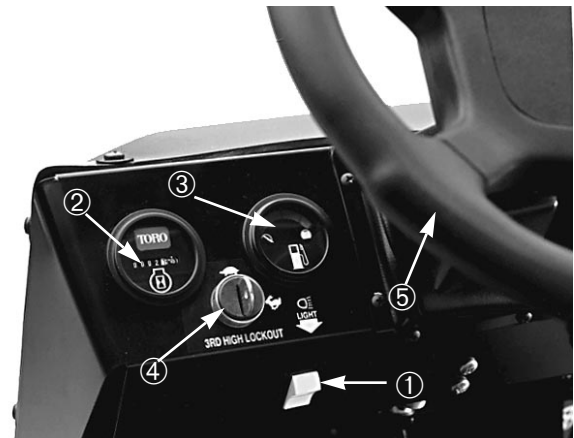

Fig. 8
2. Drej tændingskontakten til TILSLUTTET (ON), men start ikke motoren. Ladekontrollampen og olietrykslampen bør lyse. Hvis en kontrollampe ikke virker, er pæren enten brændt over eller der er en fejl i systemet, som skal repareres.
Timetæller (Fig. 8)—Registrerer det totale antal timer, motoren arbejder. Timetælleren begynder at fungere, når nøglekontakten drejes til TILSLUTTET (ON).
Lyskontakt (Fig. 8)—Denne kontakt bruges til at tænde og slukke forlygterne. Tryk for at tænde for lygterne.
Brændstofmåler (Fig. 8)—Viser hvor meget brændstof, der er i tanken. Virker kun, når tændingskontakten står på TILSLUTTET (ON).
Låsekontakt for 3. gear i højt område (Fig. 8)—Hvis denne kontakt sættes på langsom stilling og nøglen fjernes, vil det forhindre brugen af 3. gear i det høje område. Motoren vil blive afbrudt, hvis gearstangen sættes i 3. gear, når den er i højt område. Sæt nøglen i med tænderne vendt nedad. Tryk nøglen ind for at dreje den. Nøglen kan fjernes i begge stillinger.
Rat (Fig. 8)—Bruges til at styre vognen. Hvis motoren går i stå eller servostyringen ikke virker p.g.a. en fejl, skal der bruges større kraft til at styre vognen.